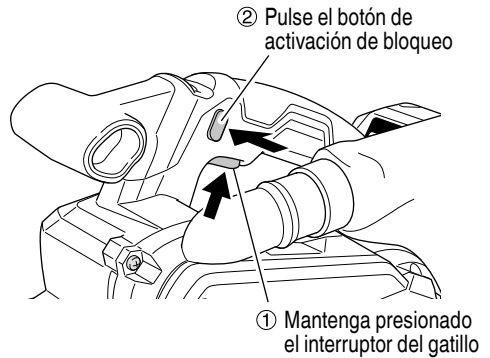

Fig. 15
5. Encendido y apagado de la lijadora (Fig. 15)
El interruptor de encendido se activa cuando se pulsa el gatillo, y si el botón de activación del bloqueo es presionado una vez, el interruptor de encendido se bloquea, permitiendo un funcionamiento continuo. El botón de activación del bloqueo puede soltarse tirando del activador. (Fig. 15)